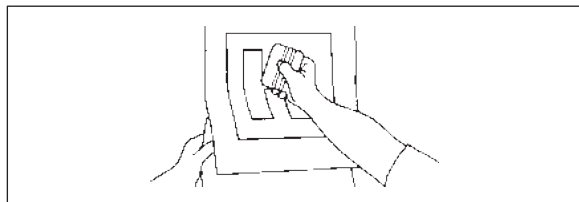

Fig. 7
2. Applicare la grafica spatolando con colpi decisi e sovrapposte per la larghezza della grafica mentre si rimuove il resto del liner a piccoli pezzi alla volta al fine di evitare una pre-adesione. Fig. 7